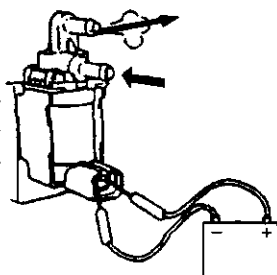

图 2-108 用蓄电池排气阀
⑤ 将蓄电池接到活性碳罐排气阀插头上,向下管中吹气,空气应从上管中出来,如图 2-108 所示,否则应更换排气阀。